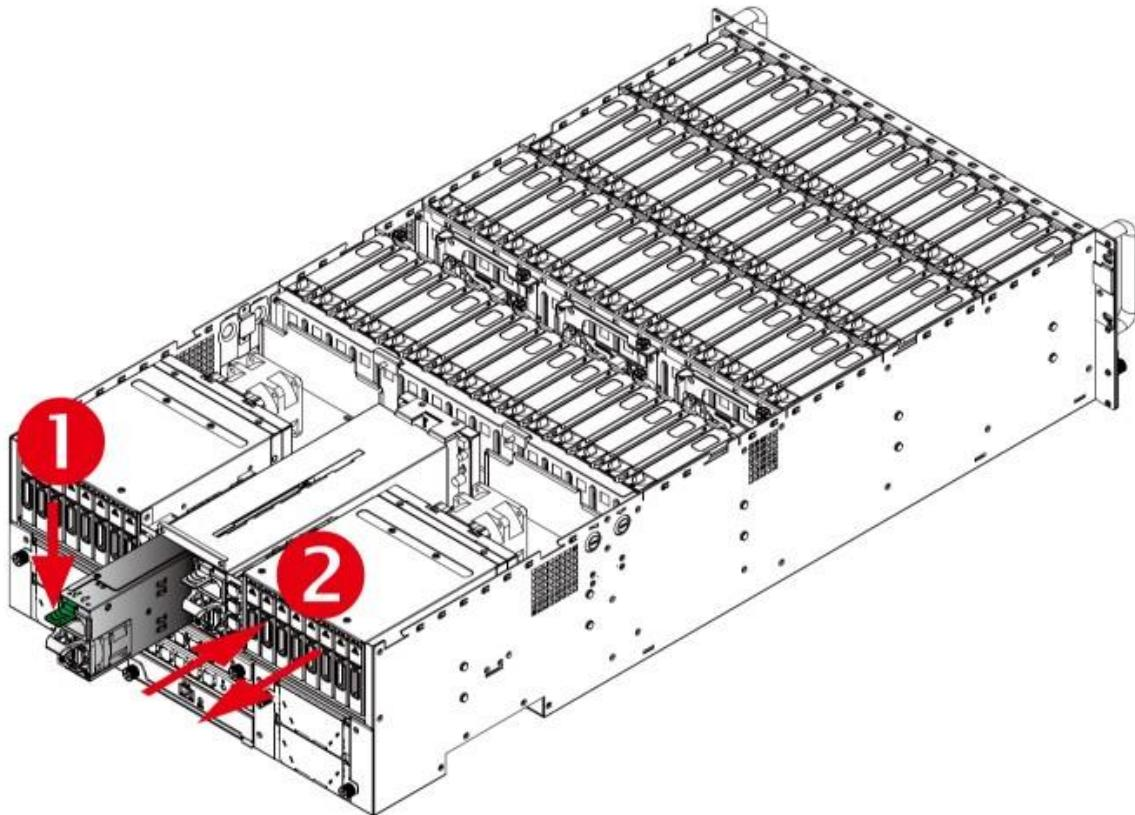

Рисунок 106 - Демонтаж модуля блока питания
- 3) Держать вкладку ручку лотка. Затем потянуть лоток модуля блока питания аккуратно, пока он не выскользывает из корпуса модуля хранения (см. Рисунок 106).